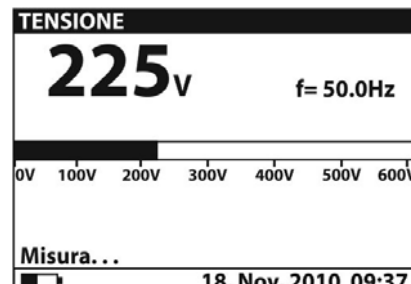

Fig. 14: Videata valore misurato
6. Premere nuovamente il tasto **START/STOP** per terminare la misura. Il risultato del test è presente a display (vedere Fig. 14)